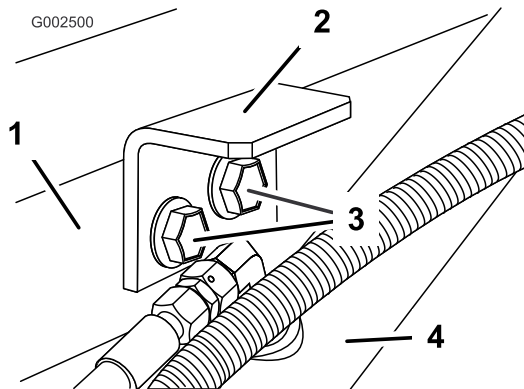

Bild 18
- Montieren Sie die Befestigungshalterungen mit den zwei vorher entfernten Schrauben und Bundmutter (Bild 18).